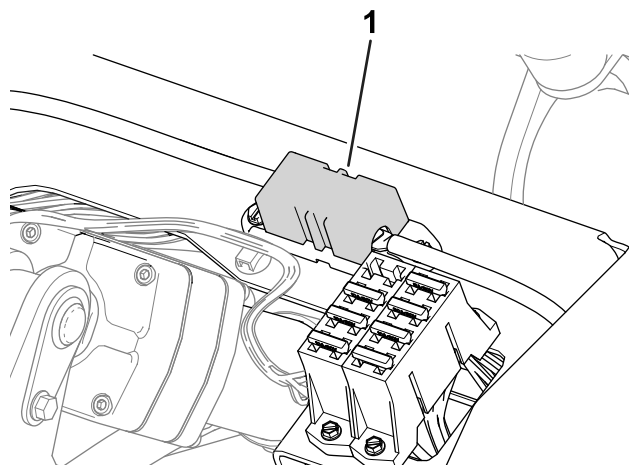

Figure 47
- Les fusibles du moteur de roue droite (60 A) se trouvent sous le siège (Figure 47).